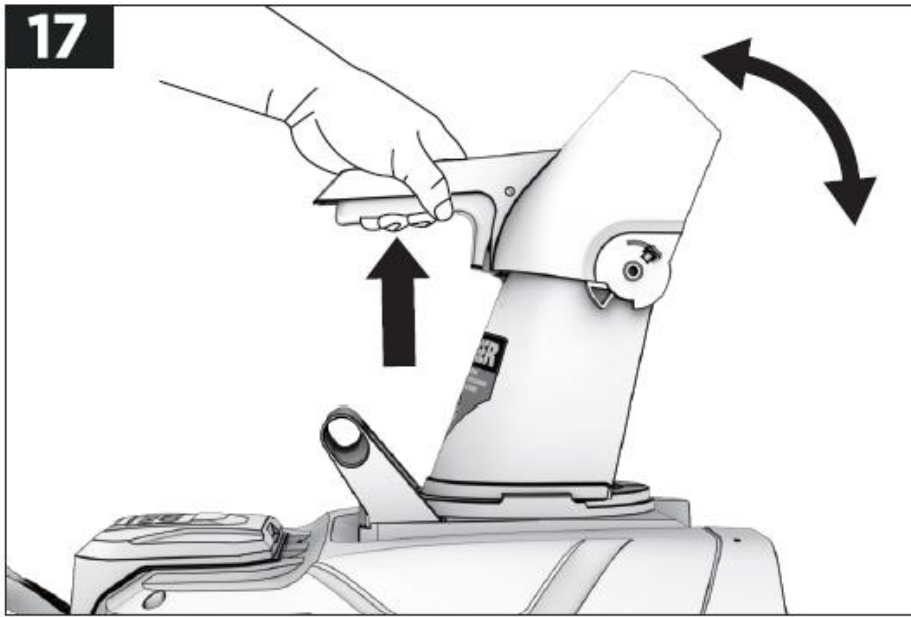

Fig 8
1. Åbn batterihusets dæksel og skub batterierne ind indtil det klikker på plads. BEMÆRK: Batterierne kan kun installeres på én måde. Fig. 8 (nr. 18).
2. Batteriet fjernes ved at åbne batterihusets dæksel, trykke batterilåseknapperne ind, og træk batteriet ud. Fig. 8 (nr. 19).